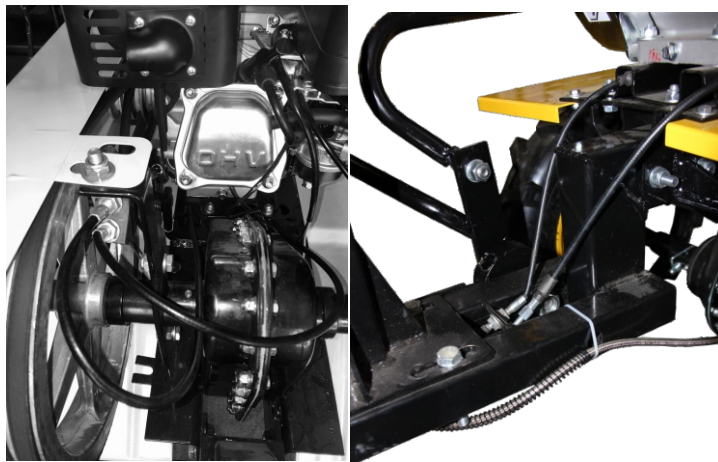

Рисунок 6. Подключение тросиков сцеплений.
6.12. Отсоедините штатные тросики (тяги) мотоблока (рис. 6 слева). Для удобства можно зафиксировать освободившиеся концы тросов (тяг) на раме руля пластиковым хомутом, скотчем, изолентой и т.п. Один конец каждого троса управления (пакет с крепежом) установите в освободившиеся проушины (пример рис. 6 слева. На разных моделях мотоблоков положение может отличаться). Пропустите каждый трос под площадкой двигателя либо внутри квадратной трубы рамы двигателя. Другой конец каждого троса зафиксируйте в проушине на раме модуля (рис. 6 справа). Отрегулируйте необходимый ход натяжных роликов вращая резьбовые штуцеры на концах тросов и зафиксируйте зажимными гайками с обеих сторон проушин. Перенесите рукоятку газа с руля на основание сиденья. Руль мотоблока, на Ваше усмотрение, можно снять, перевести в транспортировочное положение либо оставить в рабочем положении.